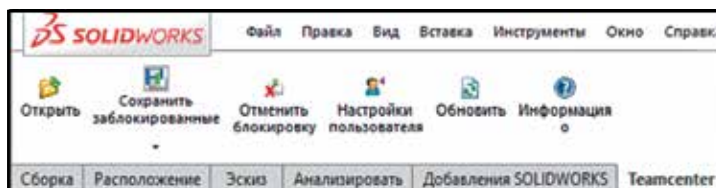
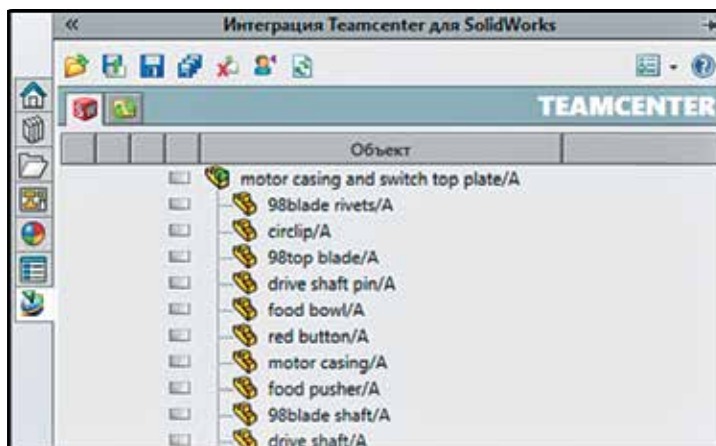

Рис. 4. Ленточная панель интеграции
Рис. 5. Вкладка интеграции в “Панели задач”
- ▶ создание или открытие документов SolidWorks непосредственно из базы данных, а также сохранение данных из SolidWorks в Teamcenter. Для работы с объектами Teamcenter в интерфейс SolidWorks встроена специальная панель инструментов (рис. 4) и вкладка интеграции в области “Панели задач” (рис. 5). Инструменты работы с базой данных позволяют регистрироваться в системе Teamcenter, открывать и сохранять объекты в Teamcenter, работать с составом сборки;